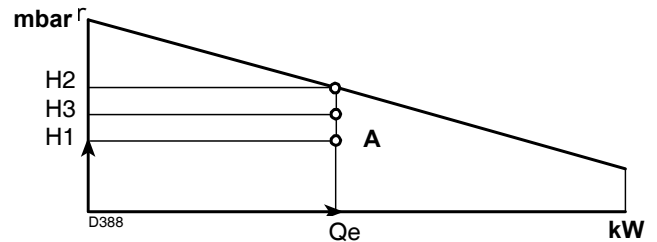

Fig. 41
punto A que debe quedar dentro del campo de trabajo (Fig. 41).
- 4 -Trazar una vertical desde el punto A, Fig. 41, y buscar la máxima presión H2 del campo de trabajo.
Si H3 es mayor que H1, como en la Fig. 41, el quemador puede erogar el caudal requerido.